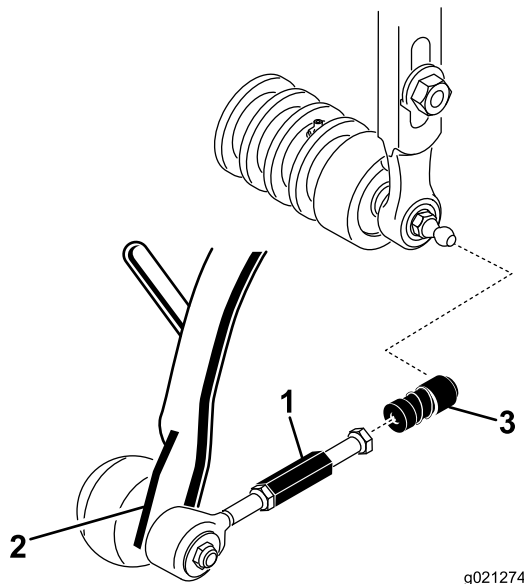

Bild 10
3. Schieben Sie die Hülse an jeder Kugellageraufnahme zurück und haken Sie die Aufnahme in den Kugelbolzen der Schneideinheit ein (**Bild 10**).